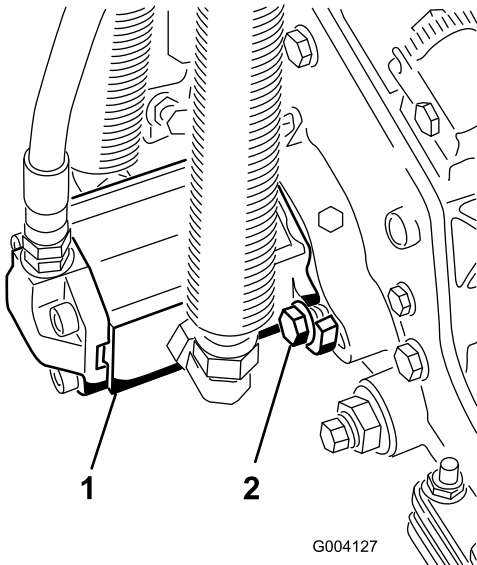

図 13
16. モータを手を持ち、右回りにひねってモータのフランジをボルトから逃がしながら、キャップスクリューにモータをセットする(図 13)。